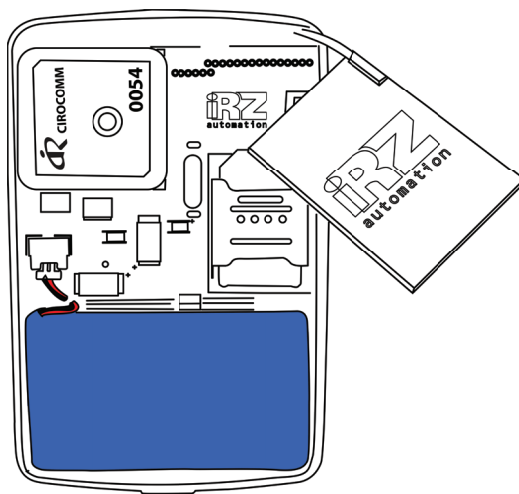

рис. 10
3.5. Поместить батарею в специальный отсек (см. рис. 10).